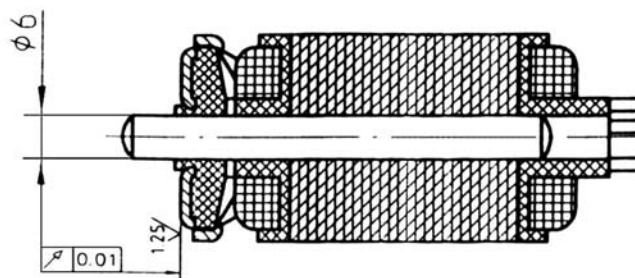

Рис. 8.2.20. Якорь электродвигателя ЭБН
1. Зачистку рабочей поверхности коллектора проводить с учетом требований к чистоте обработки и биению (рис. 8.2.20).